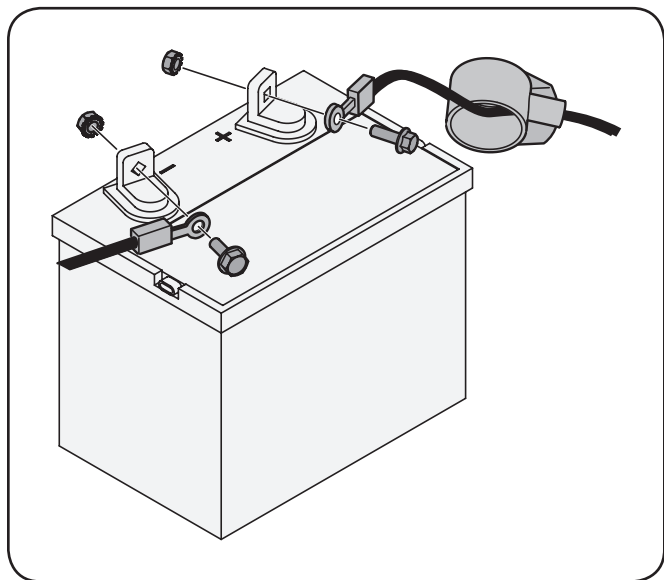

Figure 3-2
1. Conecte el cable rojo al terminal positivo de la batería (+) y el cable negro al negativo (-) de la batería con los tornillos y las tuercas hexagonales siempre. Vea Figure 3-2.